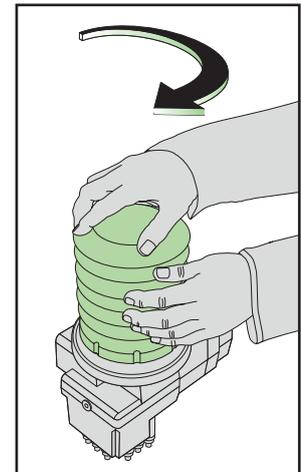

fig.8
4. Prendre la nouvelle cartouche à graisse ; dévisser le bouchon et laisser la feuille de protection en place. Placer la cartouche sur la pompe et la tourner vers la droite (sens de la montre) sur la pompe (Figure 8). La feuille de protection est automatiquement enlevée quand la cartouche est vissée sur la pompe.